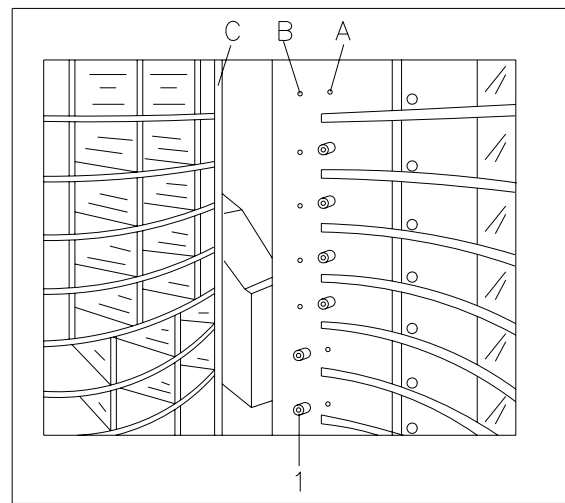

FIG. 11
Les espaces des secteurs disponibles dans le distributeur sont déjà préréglés comme illustré à la **FIG. 9**. On peut varier le nombre des compartiments en éliminant ou en ajoutant des palettes de séparation. Le nombre des compartiments pour chaque plateau peut être: 6, 12, 18. Quand on change le nombre des compartiments, il faut varier la position d'arrêt du portillon réf.1 FIG. 11 correspondant au compartiment modifié; cela est nécessaire afin de garantir que l'ouverture du portillon corresponde à la mesure des compartiments modifiés.
- a) Visser la butée de fin de course Pos.1 FIG. 11 dans le trou -A- pour obtenir 18 compartiments
- b) Visser la butée de fin de course Pos. 1 FIG. 11 dans le trou -B- pour obtenir 12 compartiments
- c) Enlever la butée de fin de course Pos.1 FIG. 11 de façon à ce que le portillon de prélèvement touche le montant C pour obtenir 6 compartiments.